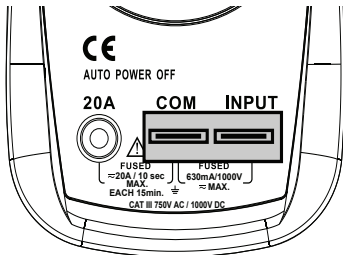

Figura 9
2. Conecte o adaptador aos terminais **"COM"** e **"V/ Ω /mA/Hz"** conforme Figura 9.